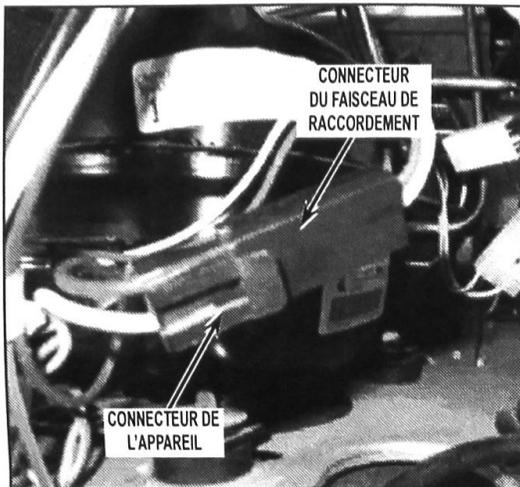

FIGURE 5
9. Connecter le connecteur du faisceau de raccordement au connecteur de l'appareil. Voir Figure 5.